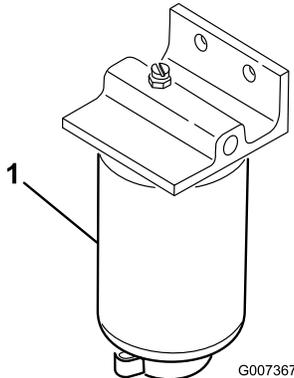

Bild 53
1. Stellen Sie einen sauberen Behälter unter den Kraftstofffilter (**Bild 53**).